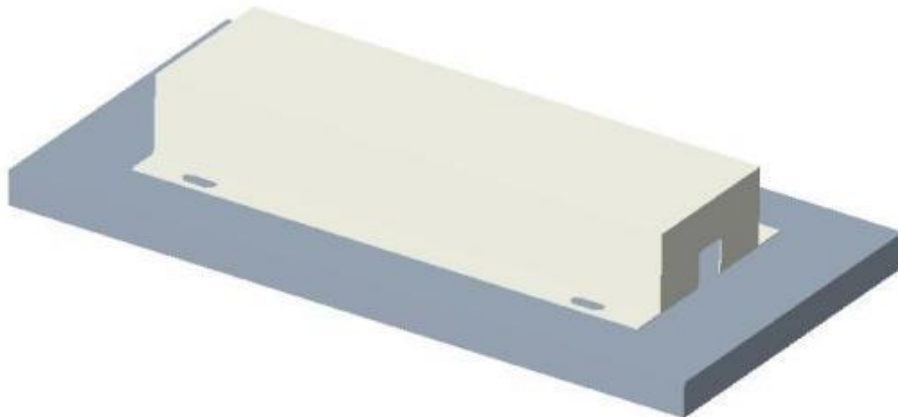

图 3.3.5 保护罩安装效果图
4、该步骤非必选，建议根据项目实际需求选择性安装。将保护罩罩住传感器，采用膨胀螺丝或焊接等合适方式固定，如图 3.3.5 所示。